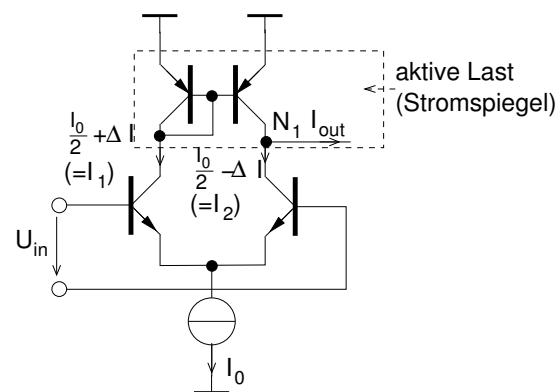
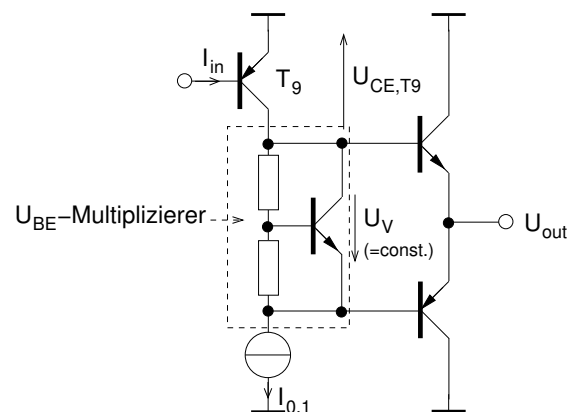

Abb. 3.7: Differenzverstärker mit einer aktiven Last, durch die der Ausgangsstrom ΔI einer Seite verdoppelt wird.
Abb. 3.8: Endstufe mit Vorspannungserzeugung (vgl. Abb. 3.9 und PNP-Schaltung am Ausgang des Differenzverstärkers zur Wandlung von Strom- in Spannungssignal.
Die aktive Last arbeitet wie ein Stromspiegel. Wenn sich aufgrund einer Differenzspannung am Eingang der Strom zwischen den Zweigen um den Wert ΔI um den Ruhewert $\frac{I_0}{2}$ verschiebt, ändert sich der Ausgangsstrom um den doppelten Wert ($2\Delta I$). Dies ergibt sich durch einfache Anwendung der Kirchhoffschen Knotenregel (Summe aller Ströme in einem Knoten) am Knoten N_1 in Abb. 3.7.
Die gesamte Treiberstufe stellt einen sogenannten AB-Verstärker dar. Dieser besteht aus einer Vorspannungserzeugung und der eigentlichen Gegentaktendstufe. Der Ausgangsstrom der Differenzstufe wird mit Hilfe des PNP-Transistors T₉ (vgl. Abb. 3.8) in ein Spannungssignal umgesetzt. Je nach Höhe des Eingangssignals I_{in} (=Ausgangsstrom I_{out} in Abb. 3.7) ändert sich der Ausgangsstrom von T₉ und erzeugt in Verbindung mit dem konstanten Arbeitspunktstrom I_0 (Abb. 3.7) einen von der Signalamplitude abhängige Spannungsänderung U_{CE,T_9} am Transistor T₉.
- Zeigen Sie mit Hilfe von Abb. 3.7 dass der Ausgangsstrom am Knoten N_1 mit aktiver Last stets verdoppelt wird.